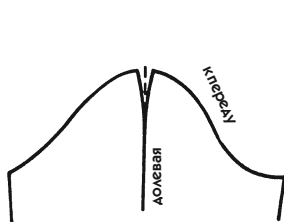

Рис. 368
Длинная узкая вытачка на рис. 368 заменяет посадку оката рукава. Обычно она используется в рельефе, являющемся продолжением плечевого шва лифа и расположенном по линии направления долевой нити. Чаще всего эта вытачка применяется в одношовном рукаве.
2. Глубину вытачки 1,5 см следует распределить по окату в обе стороны от долевой линии. Проведите 2 изогнутые линии вытачки, как показано на рис. 368.